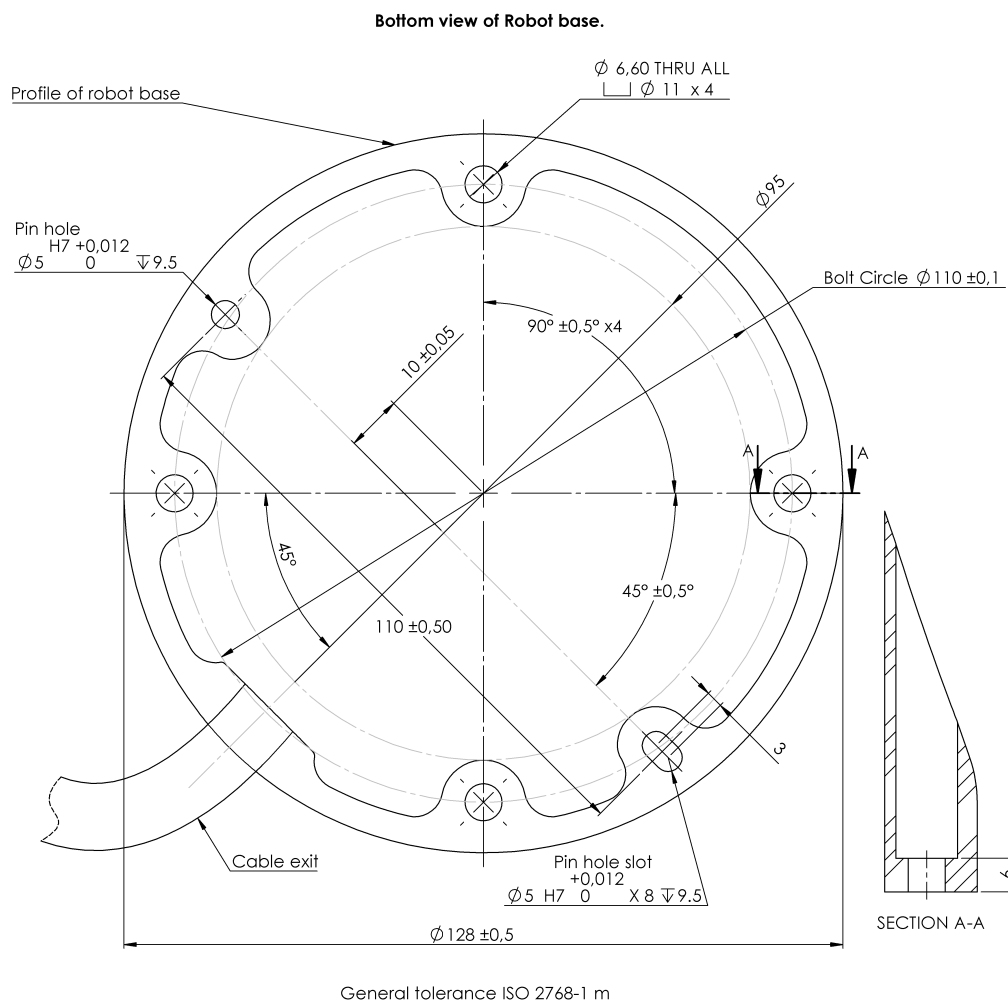

Рис. 4.1: Отверстия для монтажа робота. Используются четыре M6 болта. Все измерения приведены в мм.
**Манипулятор робота** Для монтажа робота используются четыре болта М6, которые устанавливаются в четыре отверстия 6.6 mm в основании робота. Затяжку данных болтов рекомендуется выполнять с моментом 9 N m. Если требуется особо точное расположение манипулятора робота, воспользуйтесь двумя отверстиями Ø5, установив в них штифты. Кроме того, дополнительно можно приобрести точный контршаблон основания. На рис. 4.1 показаны точки, в которых требуется просверлить отверстия для установки винтов.